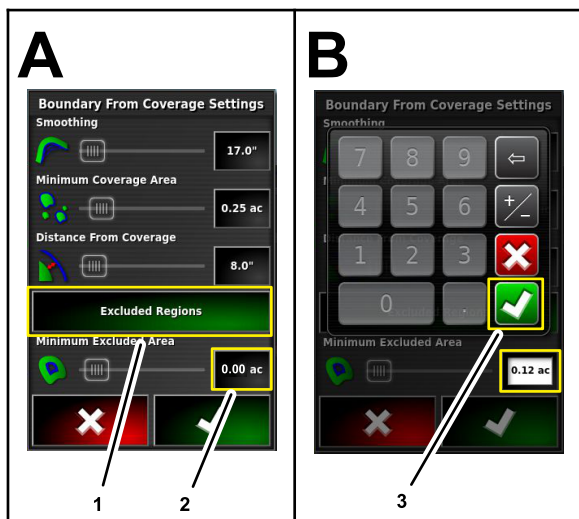

Figure 54
- Appuyez sur l'icône Zones d'exclusion (Figure 54) pour créer des limites pour les zones qui ne sont pas pulvérisées.
- Appuyez sur l'icône de chiffre pour le réglage Zone d'exclusion minimale (Figure 54). Utilisez le clavier virtuel pour saisir une valeur, puis appuyez sur l'icône de confirmation.